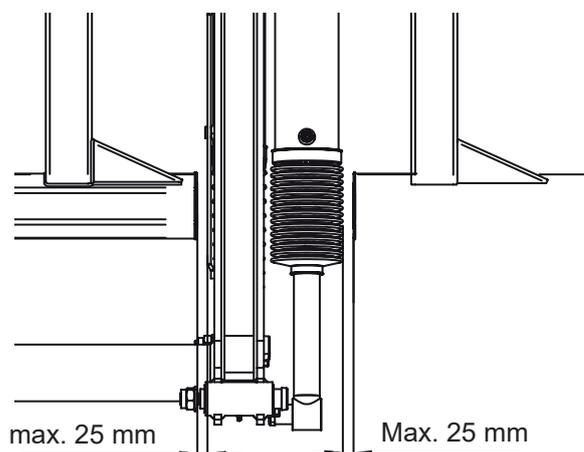

Abbildung 34. Gesetzlich vorgeschriebene Maße
- Der seitliche Abstand zwischen dem Unterfahrschutz und den beweglichen Teilen der Ladebordwand darf 25 mm nicht übersteigen. Siehe Abbildung 34.